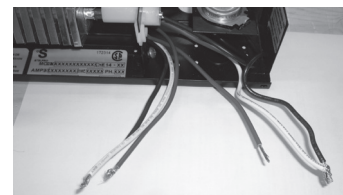

FIG. 7
6. Brancher les 3 fils de contrôle selon le schéma. (FIG. 7)
7. Le fil rouge venant du fil noir du relais (gros fil) se connecte avec l'alimentation (L2 ou N). Le fil rouge venant du fil blanc du relais (gros fil) se connecte avec l'alimentation (L1) et le fil de la protection. (FIG.7)